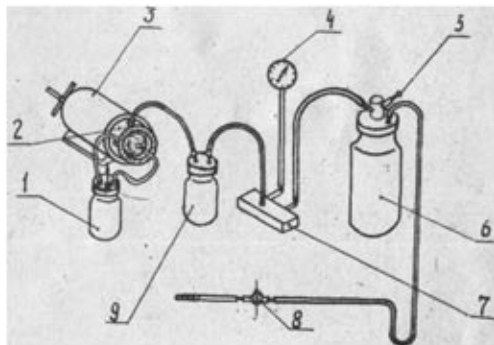

Рис.3. Принципиальная схема
6.3. Соединять трубку идущего от вакуумметра, с одним из штуцеров основания, трубку идущую от банки с другим /смотри принципиальную схему рис.3/.